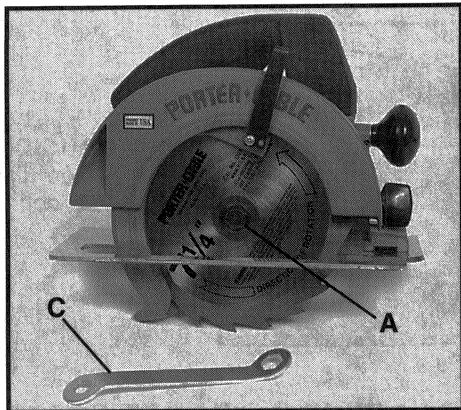

Fig. 2
3. Limpie el patín (pestaña) interior, abra el protector telescópico y coloque un disco afilado en el eje asegurándose de que los dientes estén apuntando hacia arriba en la parte delantera de la sierra como está indicado en la Fig. 2.